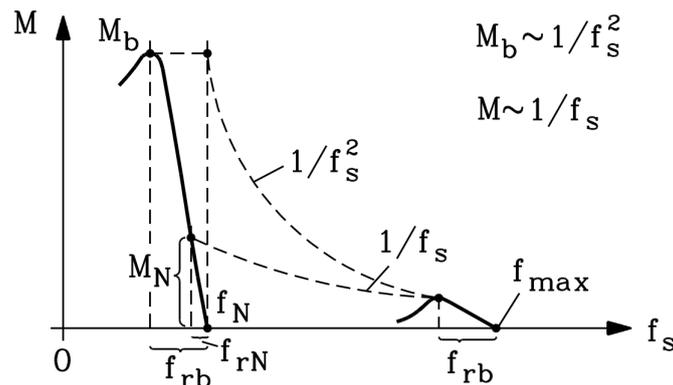

Bild 2.11-1: Momentabnahme bei konstanter Leistung und Abnahme des Kippmomentes bei Feldschwächung
5) Konstantleistungsbetrieb (Bild 2.11-1):